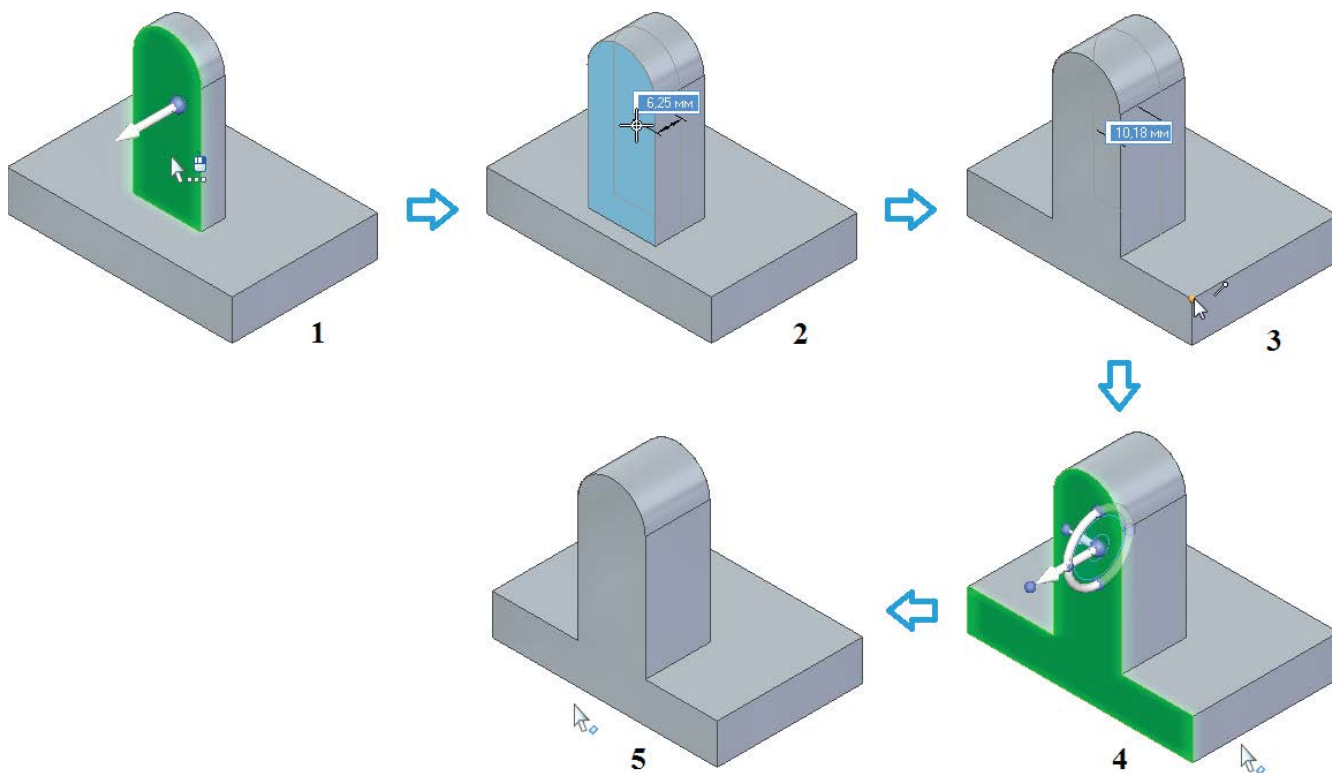

Рис. 2.3.36. Пример перемещения граней
На рис. 2.3.36 показан пример перемещения грани с указанием характерной точки (3) таким образом, чтобы торец основания и перемещенная грань составили бы единую поверхность (5).